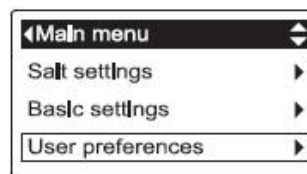

РИС. 42
1. С любого прокручивающегося экрана статуса нажать кнопку ВЫБОР (O) для отображения **Главного меню**.
2. Нажать кнопку ВНИЗ (▼) и прокрутить опции меню до подсветки надписи **Настройки пользователя** (См. Рисунок 42).